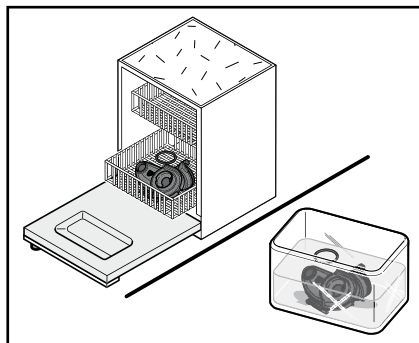

Fig. 29
7. Pulire la vaschetta di miscelazione con l'anello di tenuta (fig. 29):